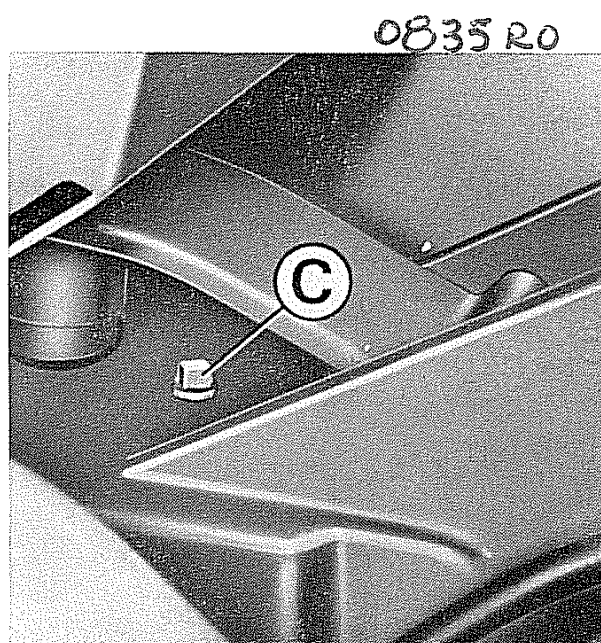

Fig. 84 - Sfiato olio nel sollevatore
Per introdurre l'olio più rapidamente occorre togliere il tappo di sfiato **C** (Fig. 84).
- Scaricare l'olio idraulico tramite il tappo **D** (Fig. 84).